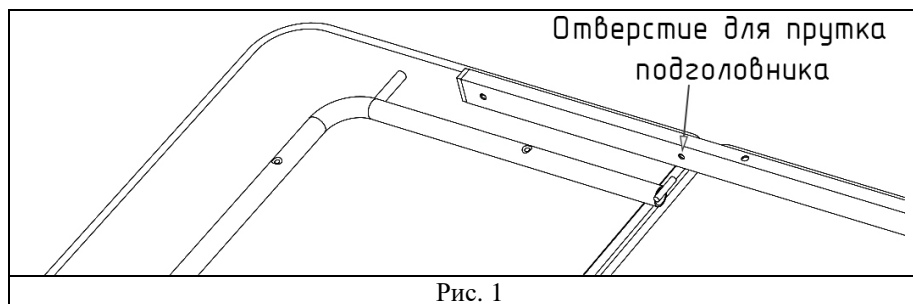

Рис. 1
2. Прикрепить один из профилей (6) к лежаку (1). Для этого сориентировать профиль относительно лежака по схеме на рис. 1, 2. Так как профили (6) симметричные, необходимо обратить внимание на расположение нес сквозных отверстий для прутков подголовников – они должны быть обращены вовнутрь лежака.
3. В нес сквозные отверстия прикрепленного профиля вставить прутки рам подголовников (3) рис. 1, 2. Приваренные к рамам болты будут направлены в разные стороны.
4. Таким же образом соединить второй профиль (6) с рамами подголовников (3), надев его нес сквозными отверстиями на прутки, после чего прикрепить профиль к лежаку при помощи винтов М6х50 (8).
5. Прикрепить рамы подголовников (3) к подголовникам (2) винтами 5х35 (13), закрутив их в установленные в подголовниках забивные гайки.
6. Опоры (4) расположить так, чтобы болты на опорах и рамах подголовников были направлены в одну сторону. Прикрепить опоры к профилям (6) винтами М6х30 (9).
7. Прикрепить стяжки (5): использовать винты М6х30 (9) для крепления с забивными гайками лежака (1) и винты М6х25 (10) для крепления к перекладинам опор (4).
8. Кронштейны телескопические (7) располагаются лицевой стороной наружу, выдвижной частью к подголовнику. Прикрепить кронштейны к приваренным болтам рам подголовников (3) и опор (4) с помощью гаек М8 (12), подложив шайбы М8 (11).